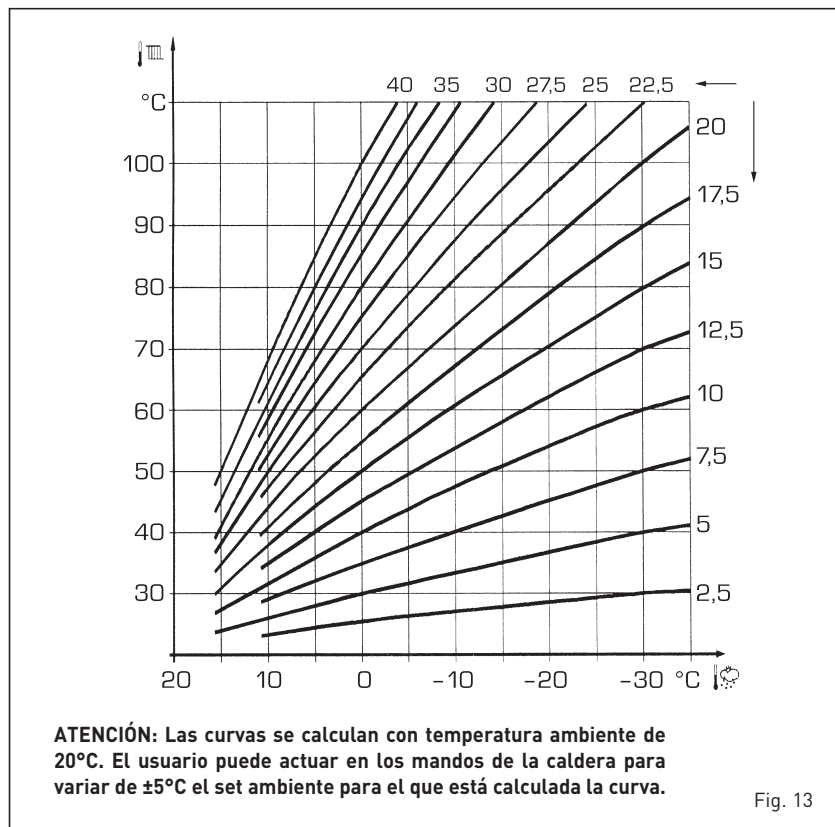

Fig. 13
3.4 Sonda externa CONECTADA (fig. 13)
Si se cuenta con sonda exterior, los valores de calefacción se obtienen a partir de las curvas climáticas en función de la temperatura exterior y siempre dentro de los valores de rango descritos en el punto 3.3 (parámetros PAR 22 para la zona 1, PAR 25 para la zona 2 y PAR 28 para la zona 3). La curva climática que debe configurarse puede seleccionarse de un valor 3 y 40 (con pasos de 1). Al aumentar la inclinación representada en las curvas de la fig. 13 se aumenta la temperatura de impulsión de la instalación en función de la temperatura exterior.